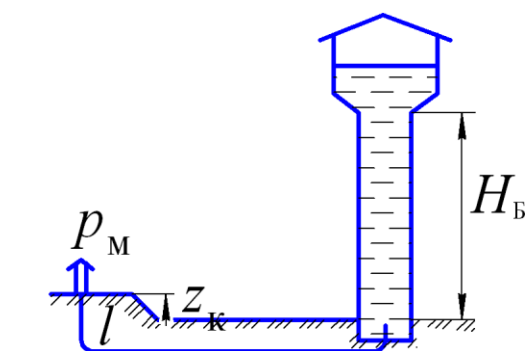

Рисунок 4.20
**Задача 38** (рис.4.20). В конце стального трубопровода длиной  $\ell$  установлена водоразборная колонка на отметке  $Z_k$  при напоре в начале трубопровода  $H_B$ . Определить необходимый диаметр трубопровода  $d$  при давлении в колонке  $p_m$  и расходе  $Q$ . Уточнить давление в водоразборной колонке при стандартном значении диаметра условного прохода трубопровода, а также степень расхождения между уточненным и заданным давлением  $p_m$ .
**Задача 39** (рис.4.20). Из условия предыдущей задачи определить расход в стальном трубопроводе. Определить, как изменится расход в трубопроводе, если: а) удвоить длину трубопровода; б) уменьшить её в два раза. Местными потерями напора пренебречь. Построить кривую потребного напора. Исходные данные к задаче приведены в табл. 39